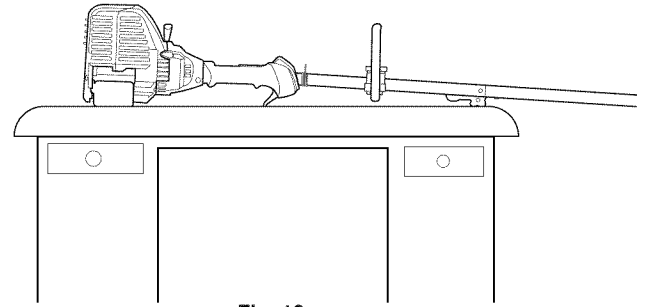

Fig. 19
2. **Coloque la unidad en una superficie plana**, como un banco de trabajo o una mesa. El protector del cabezal de corte debe colgar sobre el borde para que el motor esté nivelado (Fig. 19).